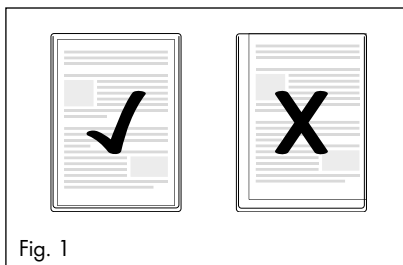

Fig. 1
- Tenere presente che tutti i margini del documento devono avere almeno due millimetri di distanza dal margine della tasca di pellicola, come indicato in Fig. 1.
- ▶ Tenere presente che tutti i margini del documento devono avere almeno due millimetri di distanza dal margine della tasca di pellicola, come mostrato in Fig. 1.